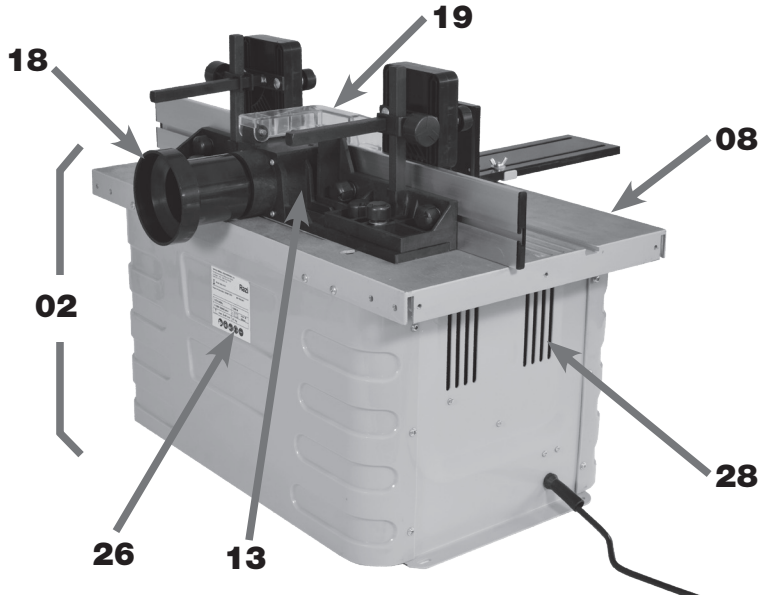

FIGURA 05 – Conjunto da Guia
VERIFICAR se a tensão (Volts) da máquina é compatível da rede elétrica. Esta informação pode ser obtida tanto na Etiqueta fixada no Cabo Elétrico (52), como na Plaqueta de Aviso de Advertência (26) (figura 05) fixada na parte traseira do Conjunto da Base (09);
OBSERVAR a Plaqueta de Aviso de Advertência (26) fixada na lateral traseira do Conjunto da Base (09). É muito importante que o operador esteja familiarizado com este aviso de advertência (VER figura 05);
NÃO OBSTRUIR as Aberturas de Ventilação (28) (figura 05) nas laterais do Conjunto da Base (09), pois isso pode causar sobreaquecimento do Motor (03);
OBSERVAR Plaqueta de Aviso de Advertência (26) fixada na lateral traseira do Conjunto da Base (09) (figura 05);
As Informações Gerais de Segurança são identificadas por meio de pictogramas padronizados, conforme normas técnicas aplicáveis, por textos devidamente destacados e pela Plaqueta de Aviso de Advertência (26) (figura 05).
Sobre a Mesa de Trabalho (08), na parte posterior do eixo da Fresa (04) é instalado o Conjunto da Guia (13), necessário para apoiar e guiar adequada e longitudinalmente o material a ser fresado durante a operação de corte (figura 05).
Na parte traseira do Conjunto da Guia (13) há uma Conexão Coletora de Pó (18) (figura 05) para ser acoplado a um aspirador de pó durante o processo de fresagem.